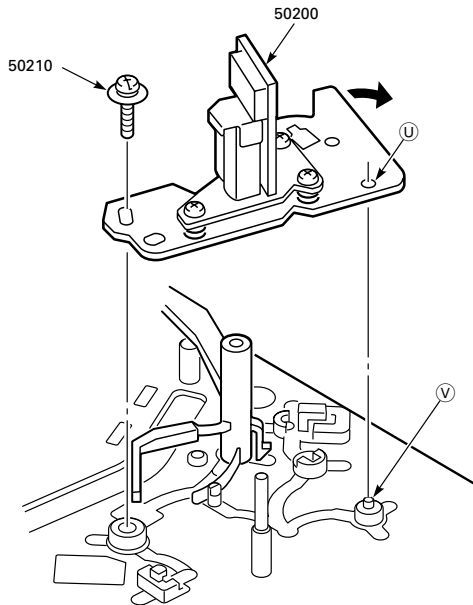

Fig. 8.36
- Schraube (Pos. 50210) lösen und A/W-Kopfeinheit (50200) gemäß Fig. 8.36 in Pfeilrichtung drücken und nach oben abnehmen.
- Hinweis:** Loch (U) der A/W-Kopfeinheit (50200) nach der Position des Stiftes (V) auf dem Laufwerkchassis ausrichten. Anschließend den Bandlauf und die Trackinglage (X-Wert) einstellen (siehe Punkt 9. "Einstellungen").